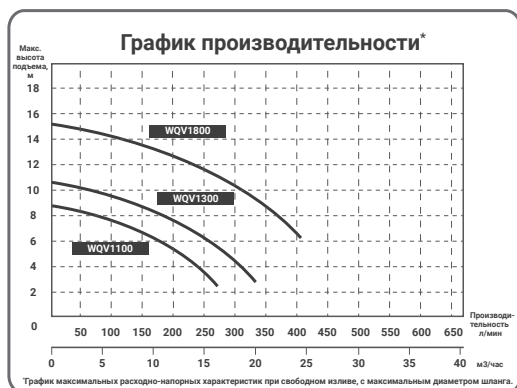

рис.1
6. Общий вид насоса и график производительности представлен на рис. 1
7. Корпус двигателя (рис.1 поз.7) из нержавеющей стали, закреплён между чугунными: корпусом насоса (рис.1 поз.1) и крышкой корпуса двигателя (рис.1 поз.6). Такая конструкция обеспечивает долговечность эксплуатации насоса. Насос подключается к сети кабелем питания со штепсельной вилкой с заземляющим контактом. Насос начинает работу при подключении к сети питания и поднятым поплавковым выключателе. Термодатчик в обмотке статора отключает насос при повышении температуры обмоток.
Рабочее положение насоса - вертикальное, с полным погружением в воду. Измельчающий механизм насоса состоит из 2-х элементов: массивный двухлопастной радиальный нож (рис.1 поз.11) и плата ножа (рис.1 поз.12) с острыми кромками водопропускных отверстий. Такая конструкция способствует более тщательному (эффект тёрки) измельчению посторонних включений. Переходной штуцер (рис.1 поз.9) имеет соединение «ёлочка», для подключения шланга напорной магистрали. При подключении трубы всасывающей линии к резьбе выходного фланца, необходимо тщательно загерметизировать резьбовое соединение. График расходно-напорной характеристики насоса на рис.1
2. Вкрутить в выходной фланец (рис.1 поз.8) переходной штуцер (рис.1 поз.9). Смонтировать и присоединить к выходному штуцеру) шланг всасывающей магистрали (или вкрутить трубу во фланец).
4. Для установки других пределов регулировки, следует изменить вылет поплавка относительно места крепления (рис.1 поз.5) его кабеля (рис.1 поз.3) на крышке корпуса двигателя (рис.1 поз.6). Проверьте, что уровень воды в пределах поля
5. Привяжите верёвку (трос) к рукоятке (рис.1 поз.4) насоса. Кабель питания можно закрепить на этой верёвке.